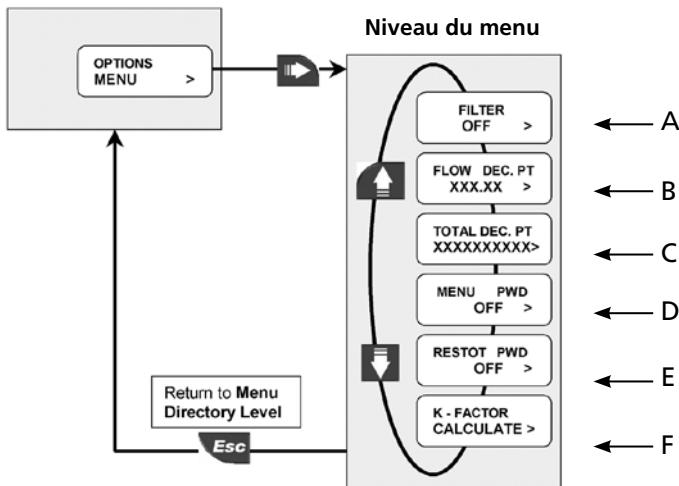

Figure 17 – Menu des options
1. Pour sélectionner le niveau moyen de réponse de l' ACL, de la sortie et du relais (voir Figure 17, A).
2. Pour régler la position du point décimal du débit (voir Figure 17, B).
3. Pour régler la position du point décimal du totalisateur (voir Figure 17, C).
4. Pour régler la protection par mot de passe ON ou OFF (Marche ou Arrêt) pour accéder au niveau des menus (voir Figure 17, D).
5. Pour régler la protection par mot de passe ON ou OFF (Marche ou Arrêt) pour réinitialiser le totalisateur (voir Figure 17, E).
6. Pour effectuer le calcul automatique du facteur K (K-Factor) (voir Figure 17, F).